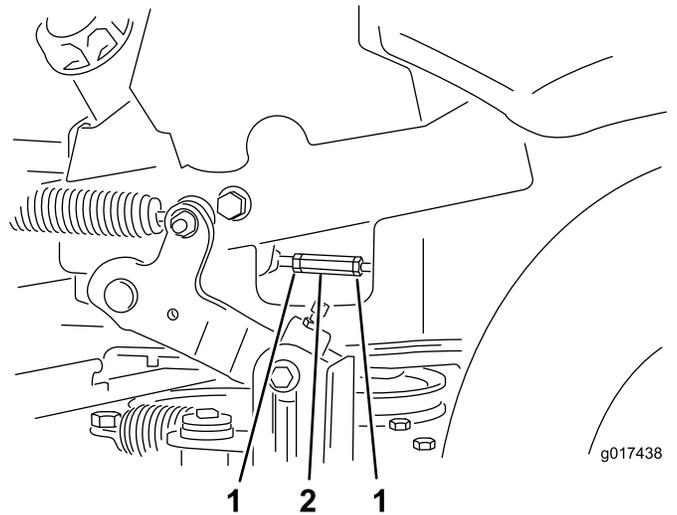

Figura 64
7. Ponga las palancas de control de movimiento en la posición de punto muerto. Ajuste las varillas de control de la bomba aflojando las dos contratuercas y girando la tuerca de ajuste en el sentido apropiado, hasta que las ruedas se muevan ligeramente en marcha atrás (Figura 64). Mueva las palancas de control de movimiento a la posición de marcha atrás y, aplicando una ligera presión a la palanca, deje que los muelles de marcha atrás devuelvan las palancas a punto muerto. Las ruedas deben dejar de girar o moverse muy lentamente en marcha atrás.
8. Apriete las dos contratuercas contra la tuerca de ajuste (Figura 64).